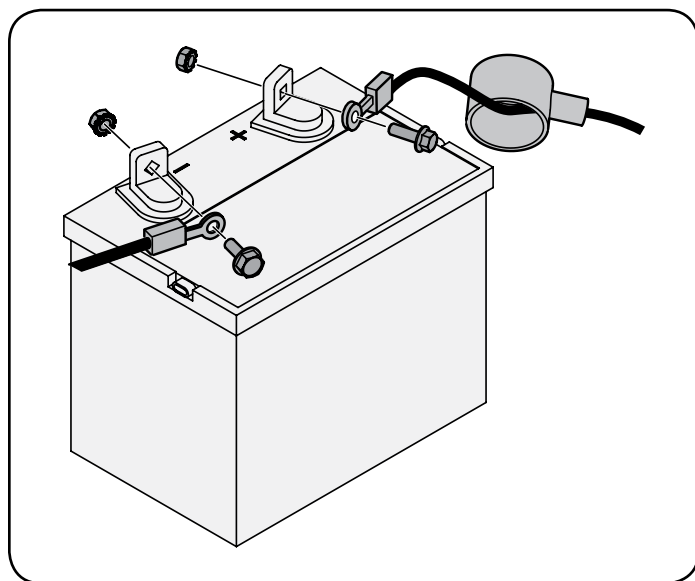

Figura 9
1. Retire la cubierta plástica, si es que está presente, del borne positivo de la batería y una el cable rojo al borne positivo de la batería (+) utilizando el perno y la tuerca hexagonal. Vea la Figura 9.
2. Retire la cubierta plástica, si es que está presente, del borne negativo de la batería y una el cable negro al borne negativo de la batería (-) utilizando el perno y la tuerca hexagonal. Vea la Figura 9.